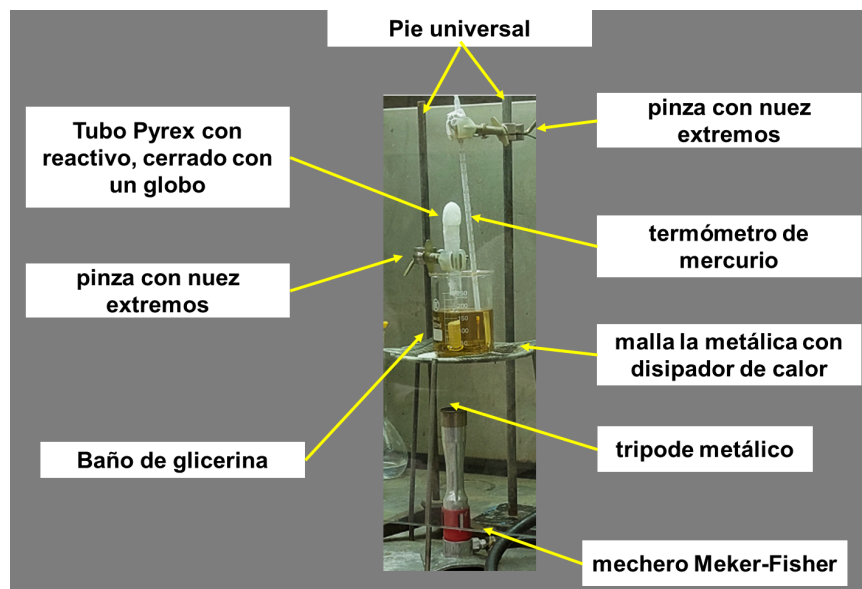

Figura 1: Foto y descripción del sistema a utilizar en la descomposición del bicarbonato de sodio.
2. Cierre la boca del tubo con un **globo**, como se muestra en la Figura 1. Esto permitirá atrapar el gas que se libera durante la reacción.